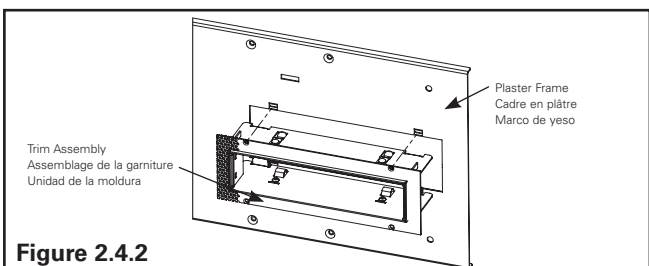

Figure 2.4.2
4. Holes on trim should align with slots on plaster frame. (Figure 2.4.2)
4. Les trous sur la garniture doivent être alignés avec les fentes du cadre (Figure 2.4.2).